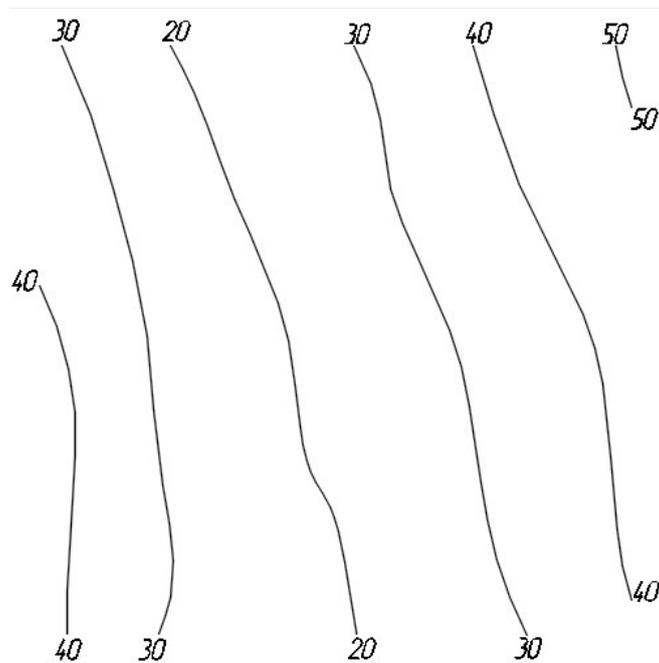

Рис. 9.6. Горизонтالي топографической поверхности с отметками
5. В новом документе отредактировать план таким образом, чтобы остались только горизонтали топографической поверхности с отметками (рис. 9.6). Перенести каждую горизонталь топографической поверхности на высоту, соответствующую отметке горизонтали. Численные значения отметок удалить.